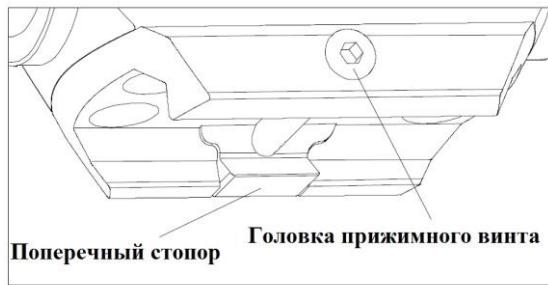

рис.3
2. Шестигранным ключом ослабьте прижимной винт, установите прицел на планку, затяните прижимной винт (см. Рис.3).